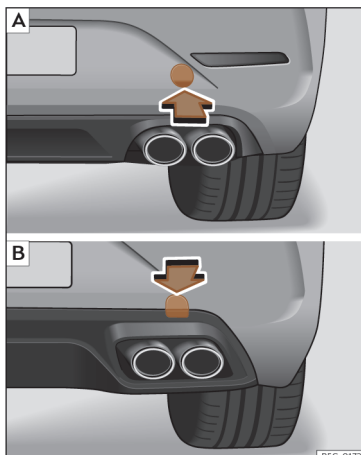

Fig. 217 No lado direito do para-choques traseiro: retirar a tampa. **A** Leon Sportstourer; **B** Leon.
O alojamento para a argola de reboque enroscável encontra-se na parte direita do para-choques traseiro, atrás de uma tampa >>> **Fig. 217**.
- *Leon Sportstourer*: Pressione sobre a zona inferior da tampa >>> **Fig. 217 A** para desencaixá-la.
- *Leon*: Pressione a zona superior da tampa >>> **Fig. 217 B** para desencaixá-la.
- Enrosque a argola de reboque no alojamento girando-a ao máximo **no sentido contrário ao dos ponteiros do relógio** >>> **Fig. 217**, >>> **Fig. 217**. Utilize um objeto adequado com o qual possa enroscar completa e firmemente a argola de reboque no seu alojamento.